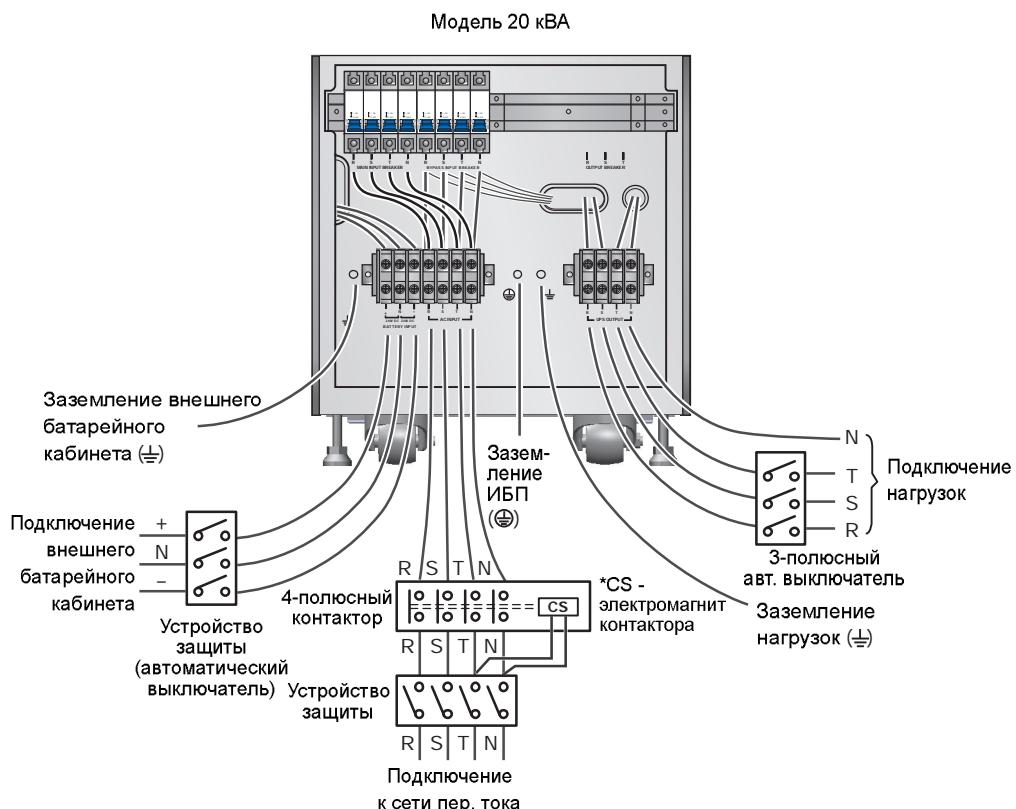

Рис. 6-9. Схема подключения одиночного ИБП 20 кВА в конфигурации с одним входом
- 6 Подключите к блоку зажимов кабели электросети, выхода и внешнего батарейного кабинета (см. *рис. 6-9 и 6-10*).
- 2 Подключите кабели электросети переменного тока, нагрузок и внешнего батарейного кабинета к соответствующим зажимам ИБП (см. рис. 6-9, 6-10, 6-15).